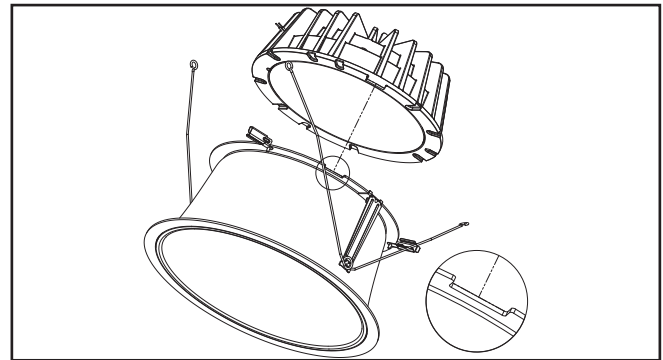

Figura 4.
2. Motor LED con ranura en el ensamblaje de la moldura (Figura 4).